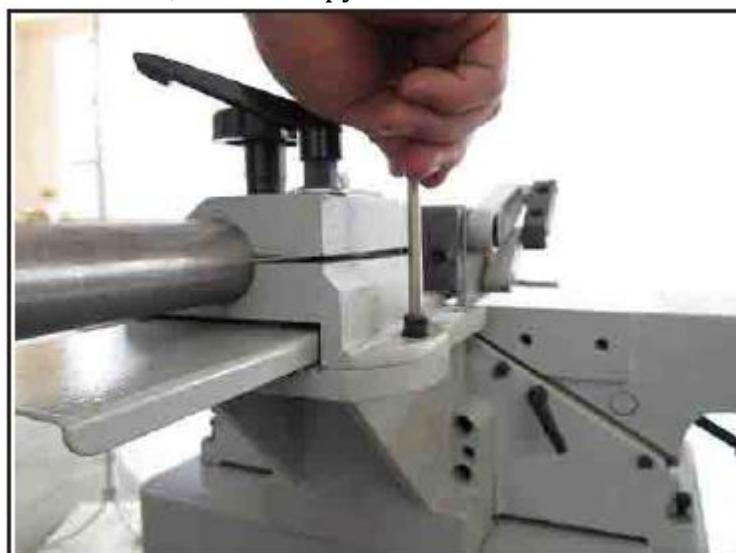

Рис. 10. Узел каретки параллельного упора
1. Закрепить узел каретки параллельного упора на кронштейне крепления каретки двумя винтами с шестигранным шлицем M8-1,25 x 20 с пружинными и плоскими шайбами (рис. 10).